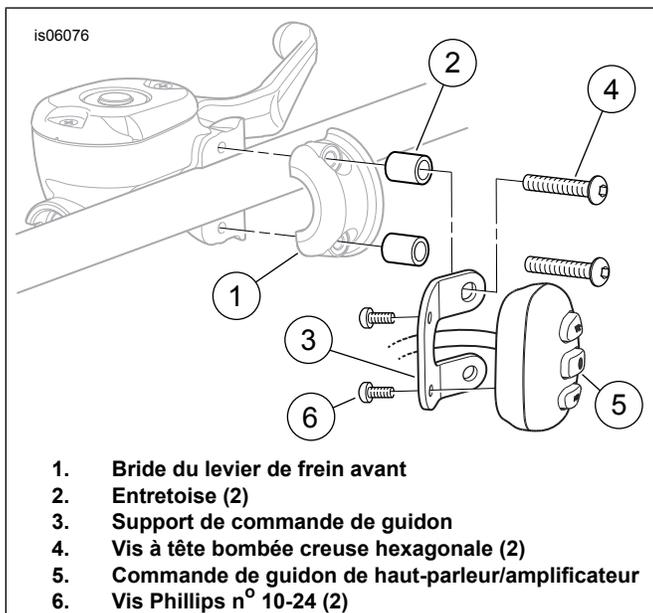

Figure 2. Installation de la commande de guidon et du support
1. Voir Figure 2. Retirer les vis de bride de levier de frein avant du véhicule. Retirer et conserver la bride (1). Les vis peuvent être jetées.
2. Prendre le support de commande de guidon (3), deux entretoises (2), deux vis Phillips n° 10-24 (6) et :
- **Pour les modèles Sportster de 2004 et plus récents :** deux vis à tête bombée, creuse et hexagonale M6 x 45 mm de long (18) du kit.
- **Pour TOUS les AUTRES modèles :** deux vis à tête bombée, creuse, hexagonale 1/4-20 x 44,4 mm (1.75 in) de long (18) du kit.
3. Acheminer le faisceau de fils de commande de guidon (5) par le centre du support de commande de guidon (3) comme indiqué.
5. Installer la commande de guidon (5, portion de l'ensemble de faisceau de fils) sur le support avec les vis n° 10-24 (6) et bien serrer.